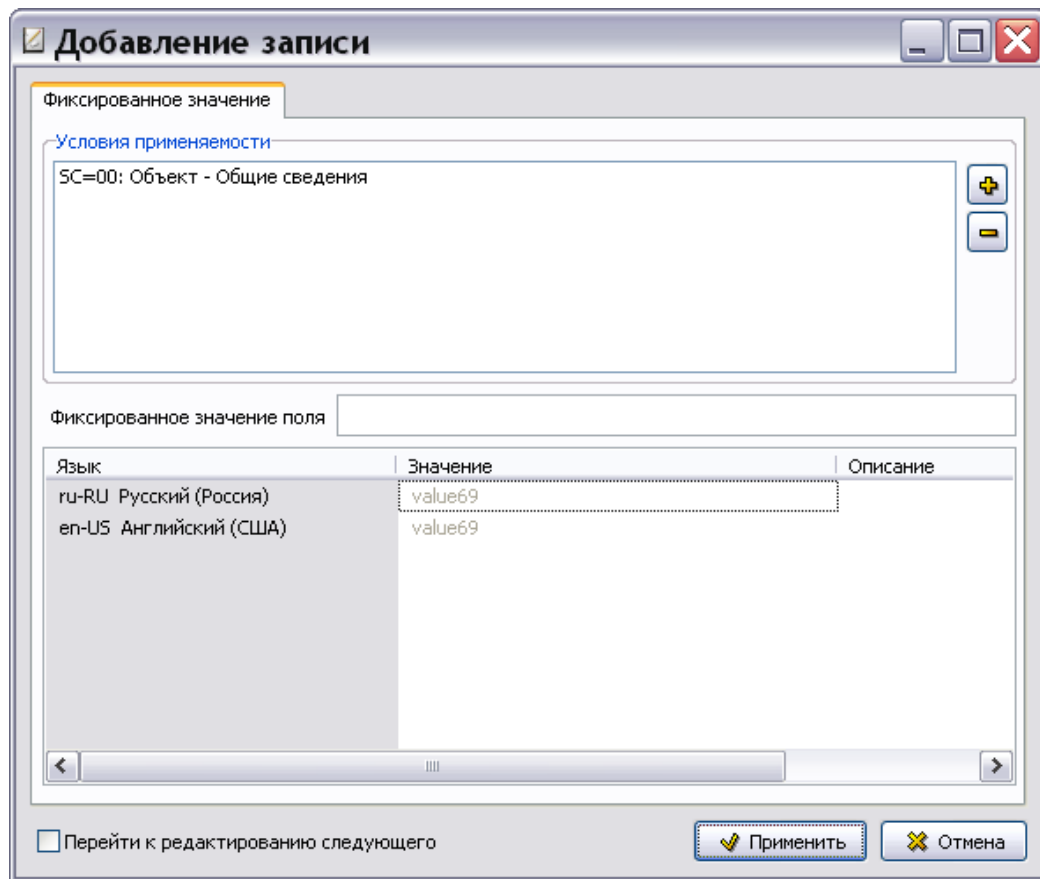

Рис. 2.27
6. Нажмите на кнопку  **Применить**. После этого произойдет возврат в окно **Добавление записи** для фиксированного значения, и в окошке раздела **Условия применяемости** появится назначенное нами условие (Рис. 2.27).